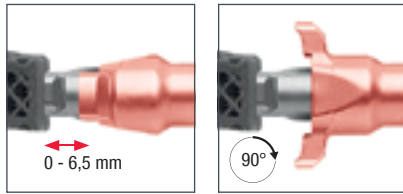

Abb. 11a
Erst dann kann der Abstandshalter (rot eingefärbt), der sich vorn am Außenrohr^② befindet, um 90° gedreht werden. (siehe Abb. 11a/b)